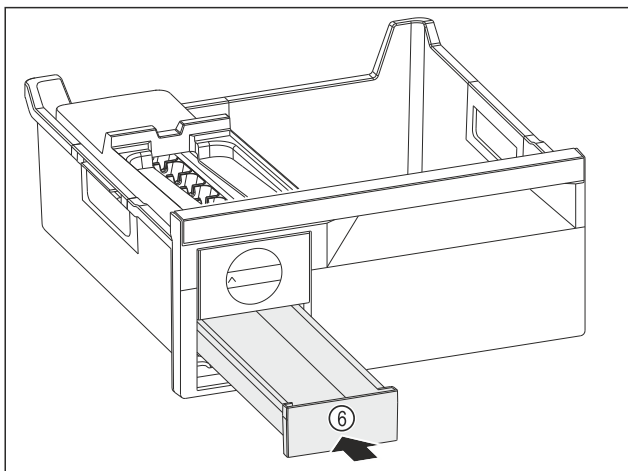

Fig. 126
- ▶ Eiszürfelschubfach Fig. 126 (6) einschieben.